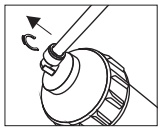

Bild. 1
- 1) Sicherungsclip von der Schnellkupplung nehmen (Bild 1).